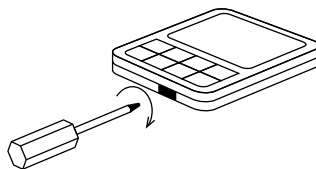

Рис. 12.
2. Как показано на рис. 12, используйте отвертку с плоской головкой, чтобы слегка поддеть нижний паз проводного контроллера (слишком большое усилие может повредить печатную плату), подденьте с вращением, чтобы открыть заднюю крышку.